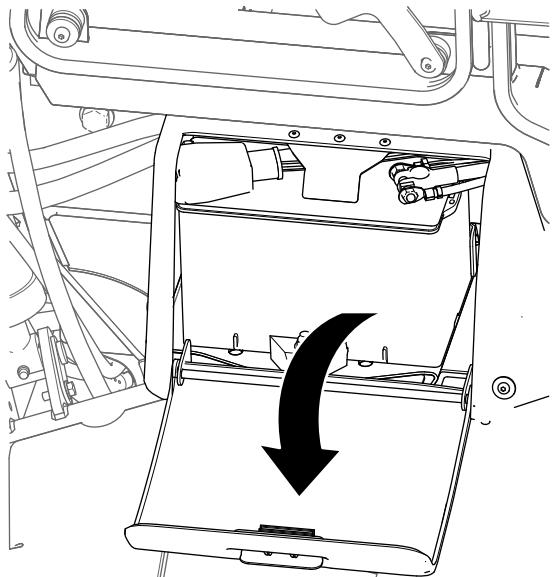

Figure 1
- Ouvrez le volet du compartiment de la batterie (Figure 1).